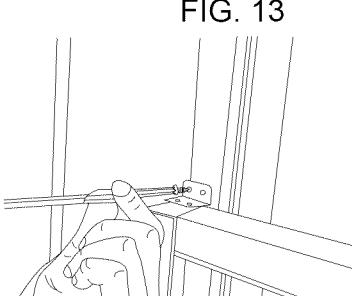

FIG. 13
- 8** Para asegurar la hoja inferior en su lugar, ajuste la placa de bloqueo para la hoja de ángulo recto con tornillos de 1/2" (12.7mm) como se muestra (FIG. 13). **NOTA:** Es complicado bloquear las ventanas de PVC con la placa de bloqueo, por lo que puede usar el bloqueo propio de la ventana.